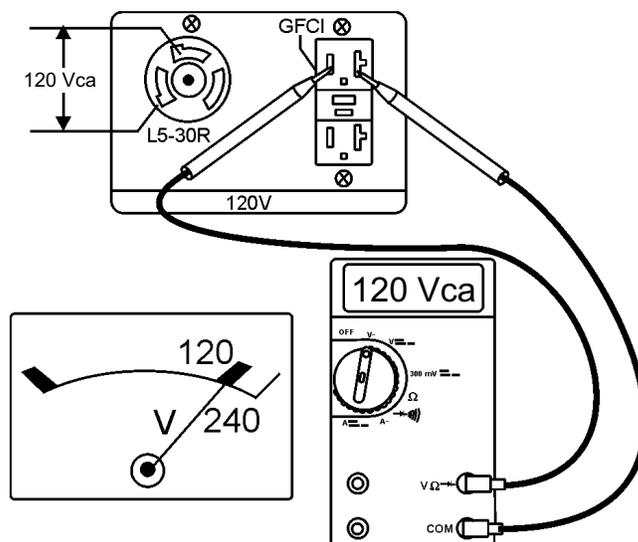

Figure 23. Prise de disjoncteur AUX/fuite de terre 120 V
10. Lire le voltmètre sur le panneau avant de la génératrice (Figure 23) et vérifier que 120 Vca s'affiche. Avec un voltmètre externe, comme cela est illustré à la Figure 23, vérifier qu'il y a du 120 Vca au niveau des prises à verrouillage par rotation 120 V et aux prises doubles de disjoncteur de fuite de terre.